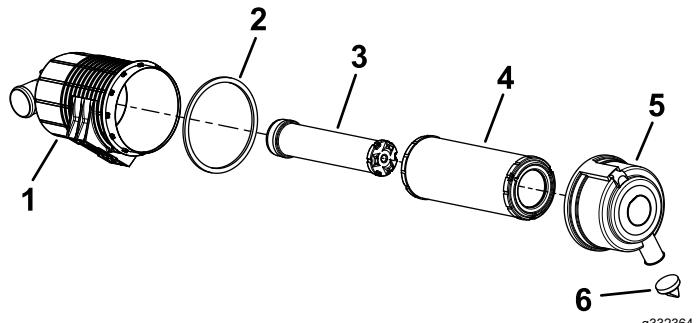

Figure 38
5. Faites l'entretien du filtre à air et de l'élément de sécurité quand le système le demande (Figure 38).